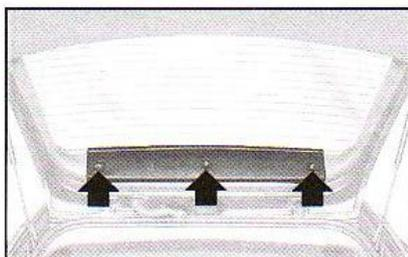

fig. 34
### LUZES DO BRAKE LIGHT - MAREA WEEKEND figs. 34 e 35
1) Com a tampa aberta, desaparafusar os três parafusos de fixação e remover o painel **fig. 34**.